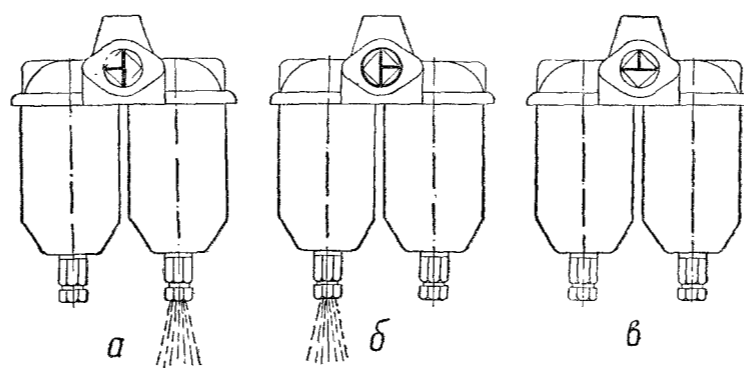

Рис. 20. Положения краника при промывке фильтра тонкой очистки 2ТФ-2:
- 2) подготовить к промывке правую секцию фильтра, для чего повернуть кран переключателя на 90° против часовой стрелки, как показано на рис. 20 а;
4) повернуть кран переключателя на  $180^\circ$  по часовой стрелке, как показано на рис. 20 б и в том же порядке промыть левую секцию;
5) закончив промывку, нужно повернуть кран переключателя на  $90^\circ$  против часовой стрелки, то есть поставить кран в рабочее положение, как показано на рис. 20 в. Длительная работа при кране, установленном в положении промывки фильтра, категорически запрещается.